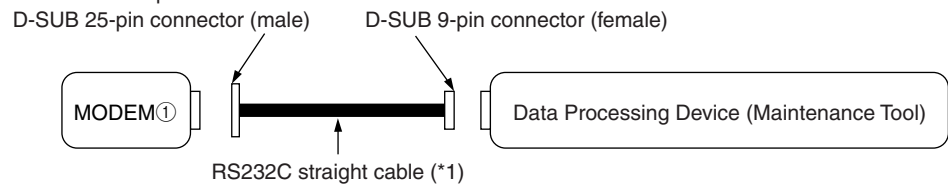

Figure 2. Modem-Data Processing Device connection diagram
① Use RS232C straight cable (*1) to connect the Data Processing Device (Maintenance Tool) and the MN converter side modem as shown in Fig. 2.
- ① Utiliser le cordon droit RS232C (*1) pour raccorder le dispositif informatique (Outil d'entretien) et le modem auxiliaire du convertisseur MN comme il est illustré à la figure 2.
- ② Après le raccordement, démarrer l'outil d'entretien et passer à l'écran de réglage du modem. On fait alors les trois réglages suivants:
- (1) Réglage par commande de commutation automatique afin que le modem ne tienne pas compte du signal Terminal prêt (DTR).
- (2) Réglage par commande de commutation automatique afin que le modem ne tienne pas compte du signal Demande d'émission (RTS). (Si le modem n'a pas de réglage RTS, régler par commande de commutation automatique afin que la fonction de contrôle du flux par le matériel ne se fasse pas).
- (3) Régler par commande de commutation automatique afin que le contenu de (1) et (2) ci-soient stockés de façon stable.